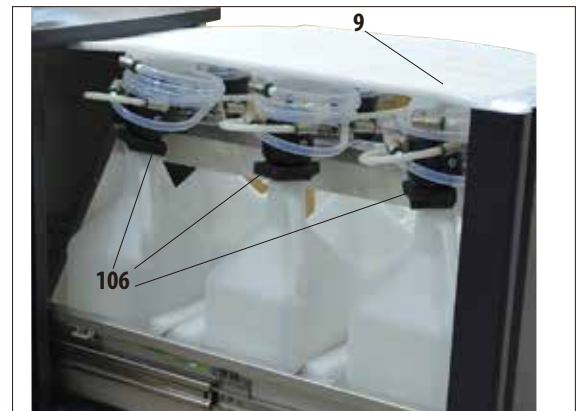

Fig. 18
- Em seguida, abra a gaveta (9) e remova todas as peças de espuma existentes (Fig. 18). Retire ainda as seis peças moldadas de cor cinza escuro (106) dos gargalos dos frascos RTU.